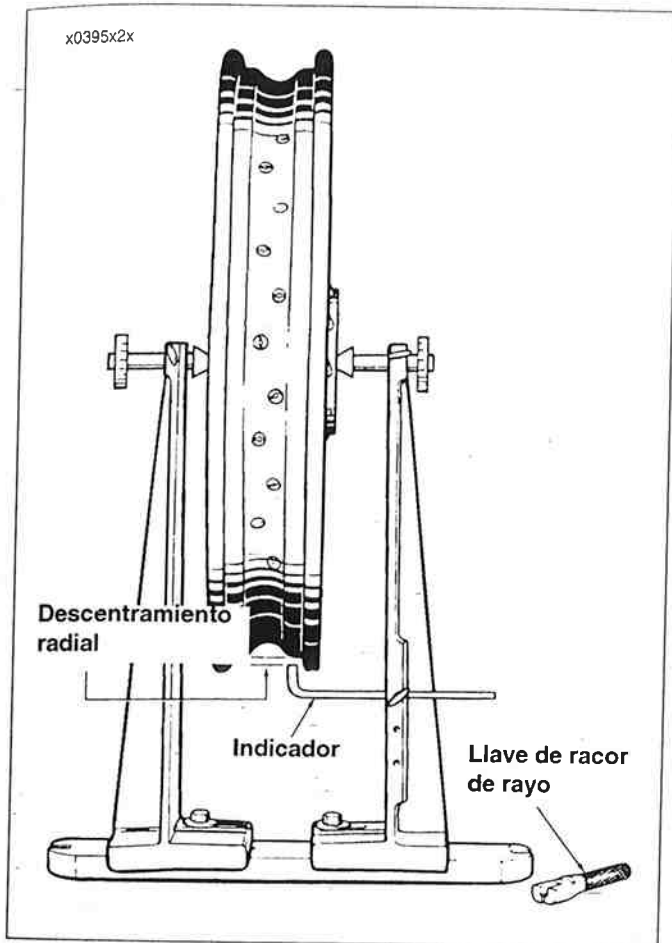

Figura 2-62. Rectificación radial del aro
5. Vea la Figura 2-62. Una vez que se haya centrado el aro lateralmente, se debe revisar y rectificar radialmente. Ajuste el calibrador del soporte de rectificación al asiento del reborde del neumático en el aro como se muestra. El aro debe rectificarse dentro de 0,76 mm (0,030 pulg.).